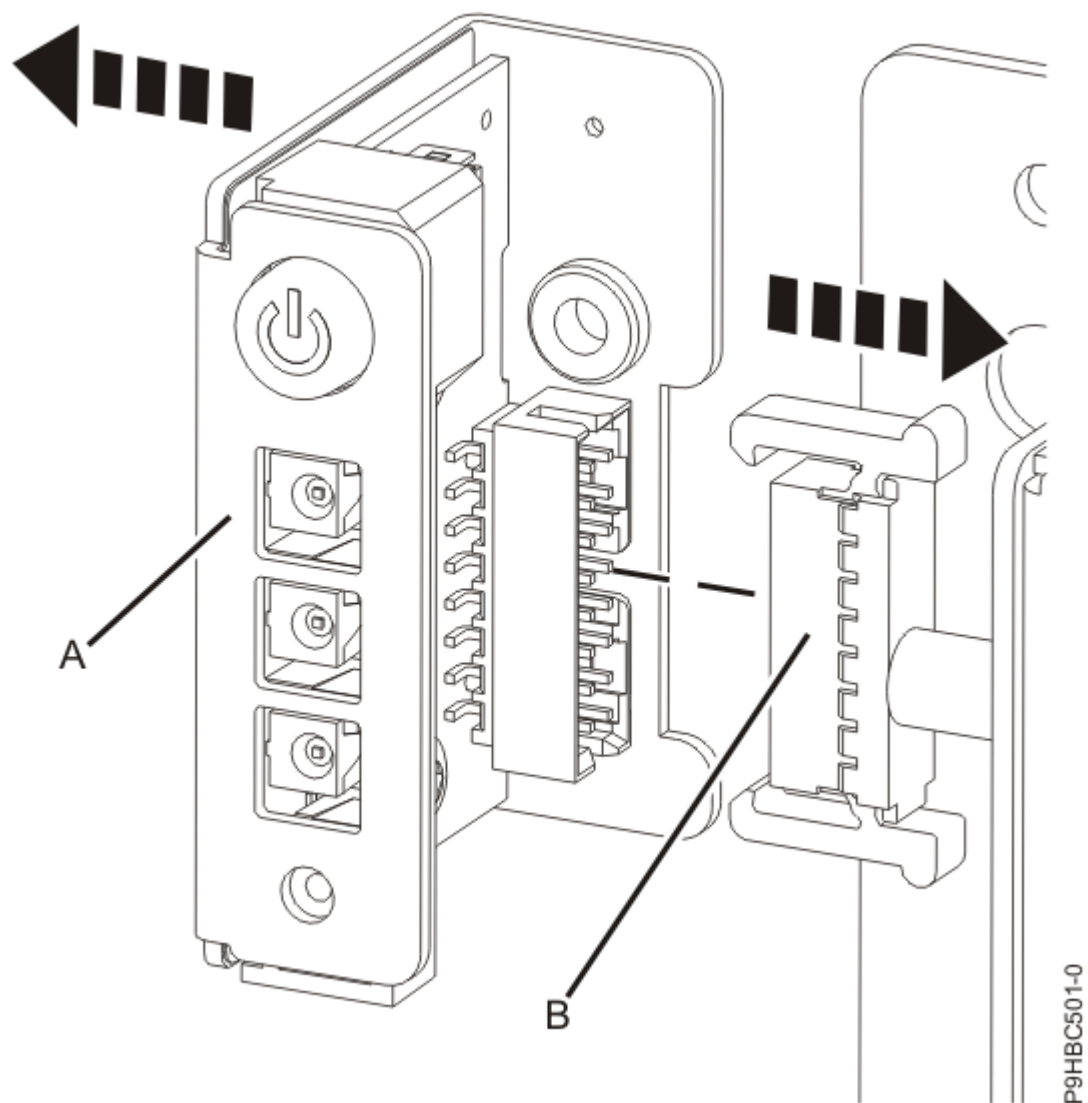
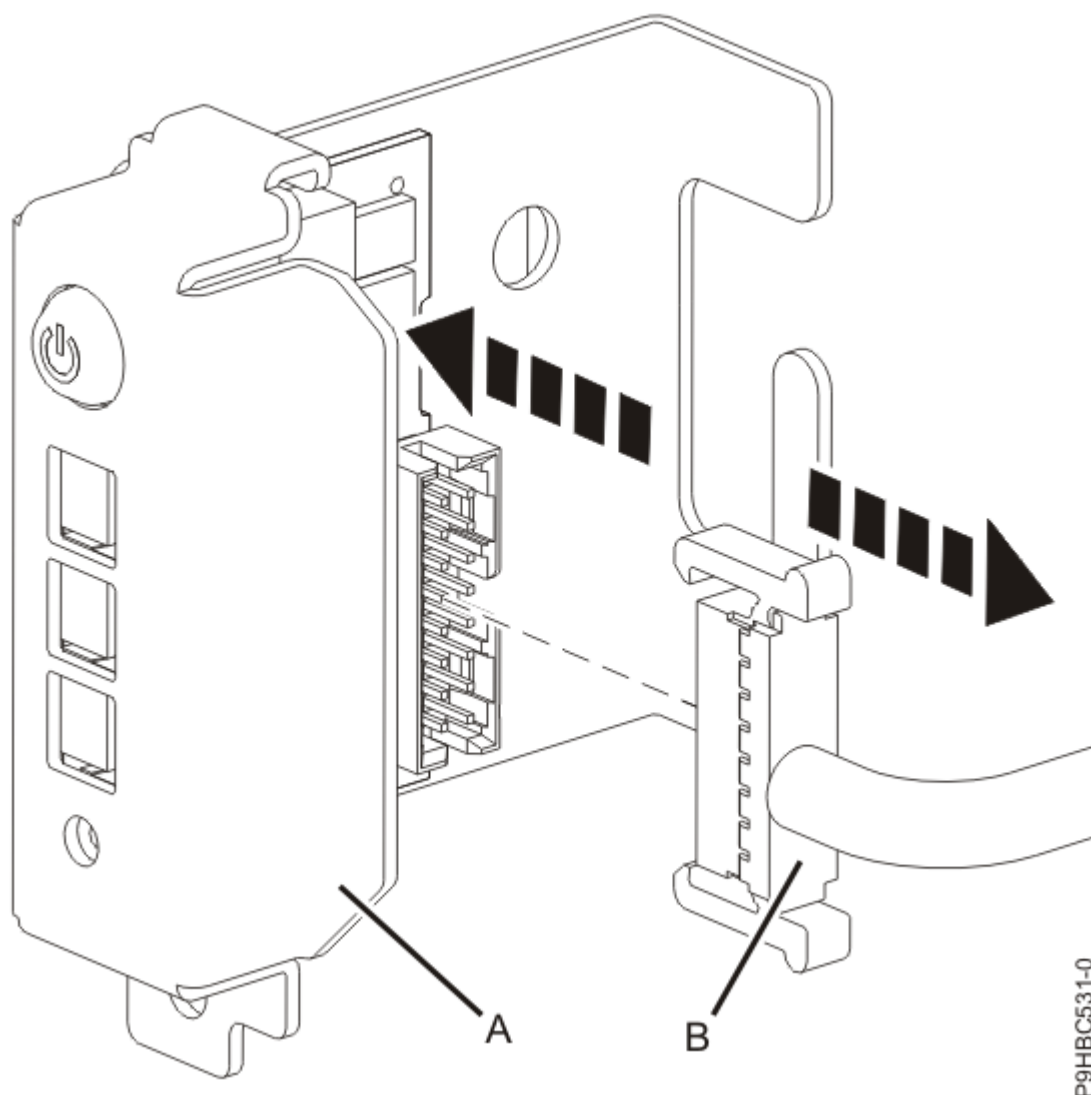

Figure 20. Déconnexion du panneau de commande et du câble pour un système monté en armoire
Figure 21. Déconnexion du panneau de commande du câble pour un système autonome
4. Débranchez le panneau de commande **(A)** du câble **(B)**, comme illustré à la Figure 20, à la page 22 ou la Figure 21, à la page 23.